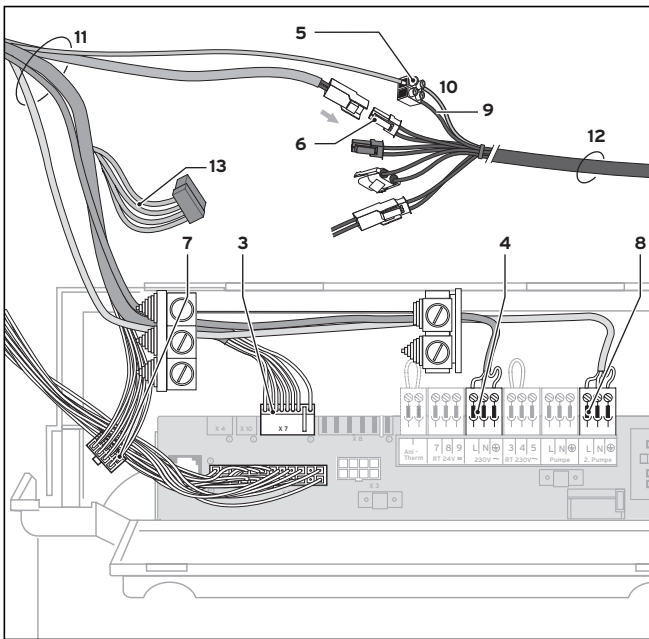

Abb. 5.4 Elektrischer Anschluss bei ecoVIT/2 und icoVIT/1
- Benutzen Sie den richtigen Randstecker (siehe Legende zu Abb. 5.4 und 5.5, Pos. 3 oder 13). Entfernen Sie die Markierung des Randsteckers und stecken Sie ihn auf die Platine auf. Überprüfen Sie den richtigen Sitz.